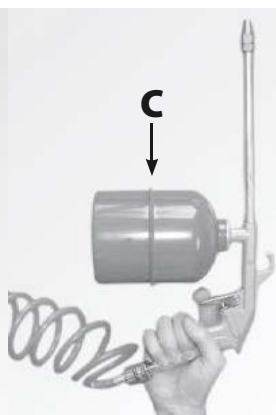

Рис. 18
- 4. Распылитель готов к работе. Для работы нажмите рычаг **C** (рис. 18).